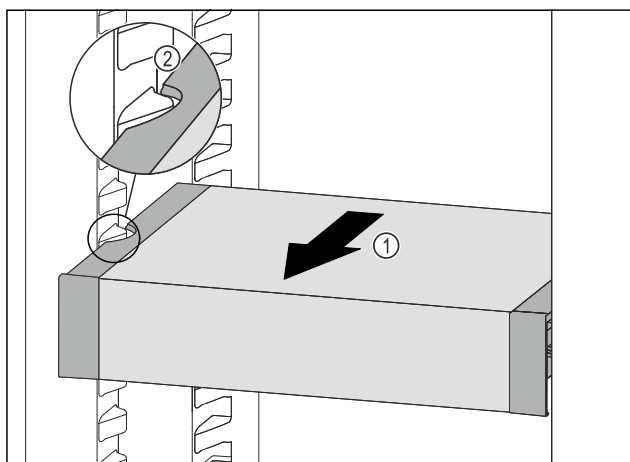

Fig. 182
- Ladicu VarioSafe vucite prema naprijed Fig. 182 (1) sve dok se bočni otvori ladice VarioSafe ne nađu na visini žlijeba spremnika u hladnjaku. Fig. 182 (2)